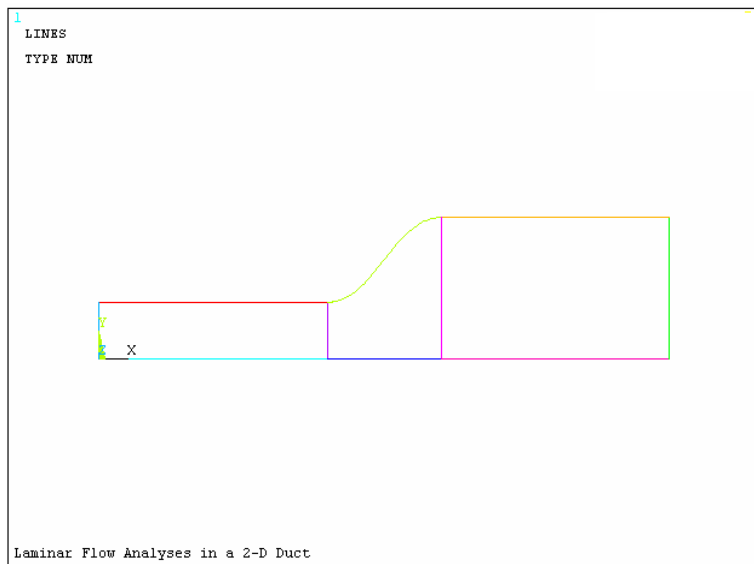
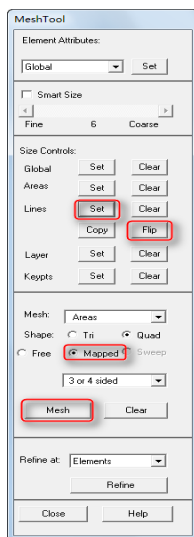

图 5-14 重新绘制直线和曲线
图 5-15 “MeshTool”对话框
① 定义单元网格密度：依次选择 Utility Menu→Plot→Lines，重新绘制直线和曲线，如图 5-14 所示。依次选择 Main Menu→Preprocessor→Meshing→MeshTool，会弹出“MeshTool”对话框，如图 5-15 所示。